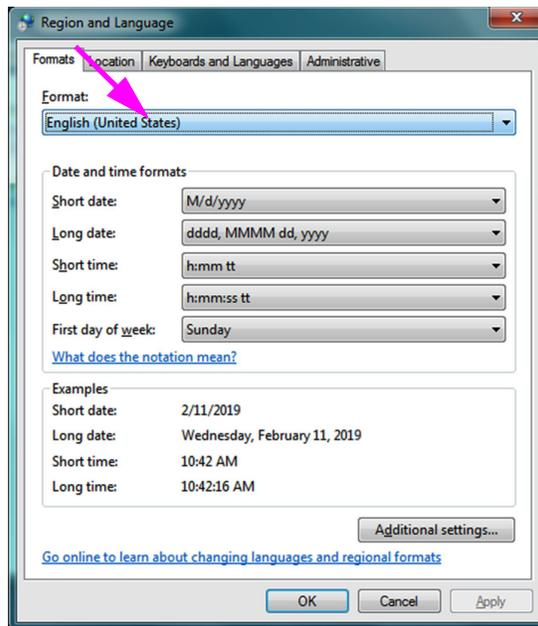
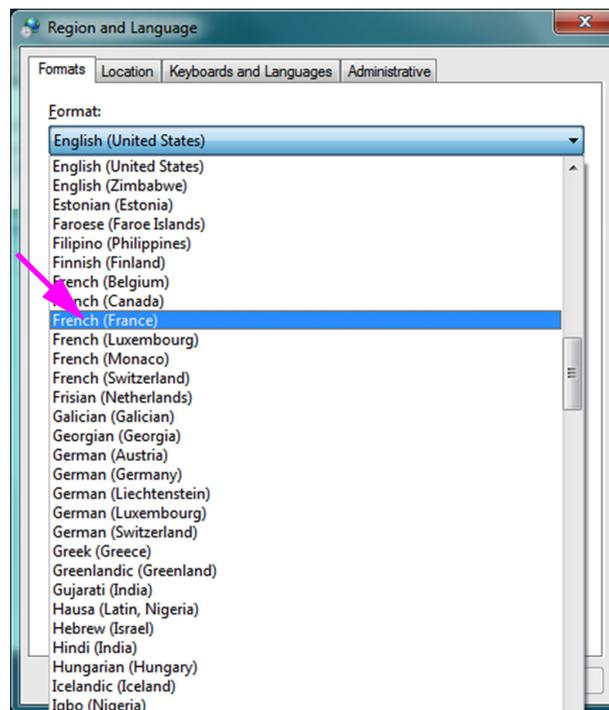

Figura C-3. Finestra Region and Language (Paese e lingua), scheda Formats (Formati)
Figura C-4. Schermata Area geografica e lingua (Region and Language) - menu a discesa
5. Viene visualizzata la finestra Region and Language (Paese e lingua). Vedere la Figura C-3.
- Nella casella di riepilogo **Formato: (Format:)** è selezionata l'opzione **Inglese (Stati Uniti) [English (United States)]**. Fare clic sull'elenco a discesa (vedere la Figura C-3 e la Figura C-4) delle selezioni disponibili per la lingua. Scorrere l'elenco per individuare la lingua desiderata e selezionarla.